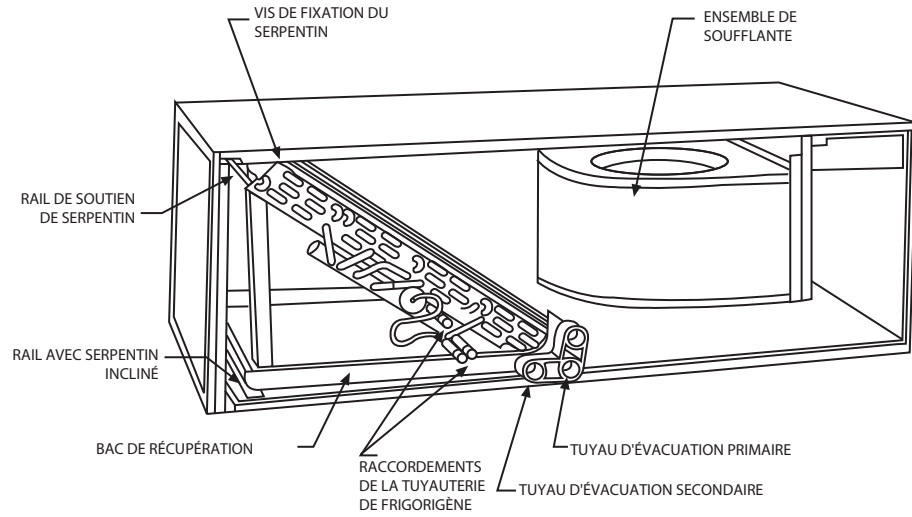

Figure 4 – Conversion en application horizontale à droite – serpentin incliné
4. Posez le ventiló-convecteur sur son côté droit et réinstallez le serpentín en orientant le bac de récupération de condensat vers le bas (Fig. 4).